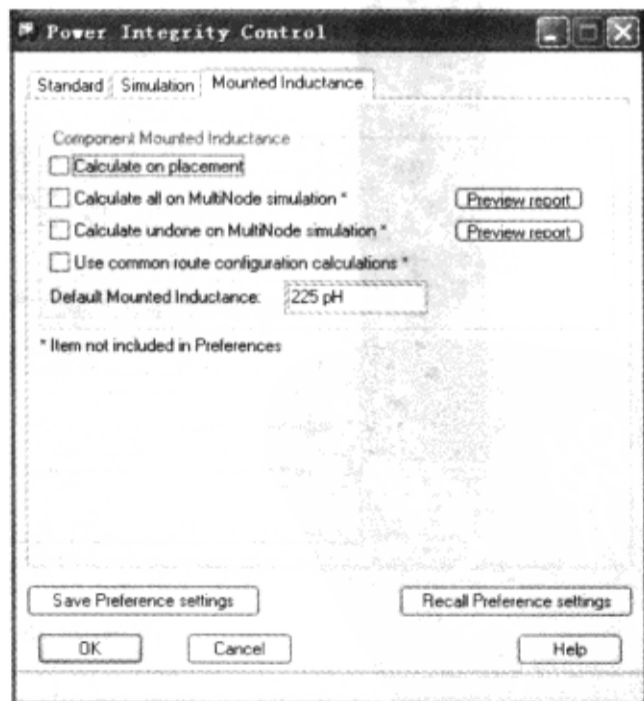

图 9-7-36 贴装电感值的设置
(2) 选中“Mounted Inductance”标签页，如图 9-7-36 所示。